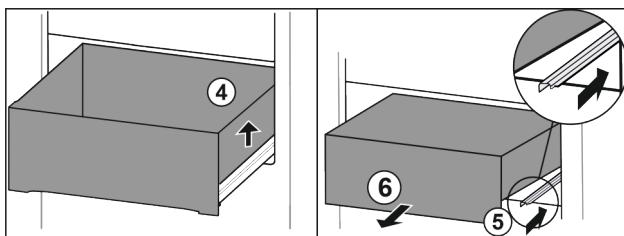

Fig. 114
- Приподнимите выдвижной ящик справа. Fig. 114 (4)
- Вставьте правую направляющую. Fig. 114 (5)
- Извлеките выдвижной ящик движением вперед. Fig. 114 (6)